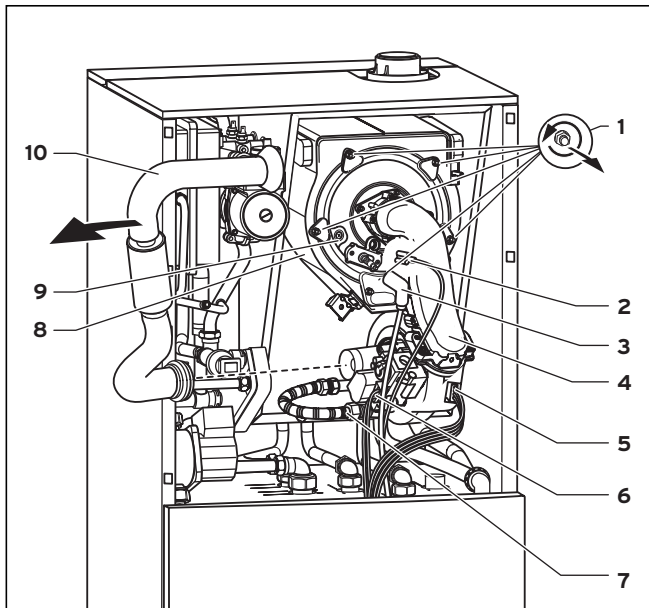

Fig 8.1 Démontage du module thermique compact
- Coupez la conduite de gaz isolée (7).
- Retirez les cinq écrous (1), voir figure 8.1.
- Retirez le module thermique compact (4) de l'échangeur thermique à condensation (8), voir figure 8.1.